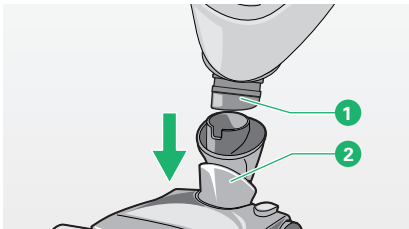

Bild 2.1 Vorsatzgerät ansetzen (hier dargestellt: Elektrobürste)
- Ziehen Sie den Anschlussstutzen (1, Bild 2.1) des Kobold aus dem Gelenk am Vorsatzgerät (2, Bild 2.1).